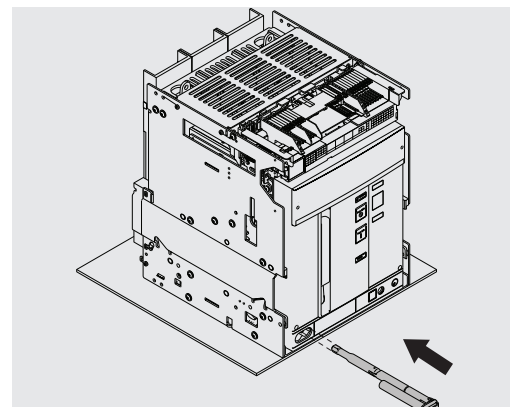

Figure 49
13. Remettre la manivelle dans son logement. Voir Figure 49.